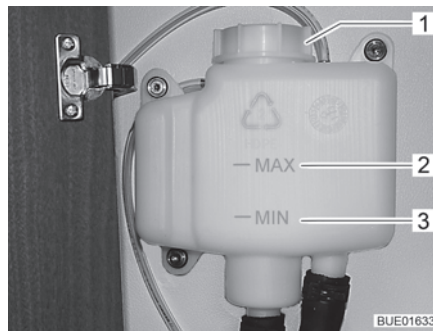

Fig. 184 Vase d'expansion sans cache
- Contrôler si le liquide se trouve entre les marques "MIN" (Fig. 184,3) et "MAX" (Fig. 184,2) sur le vase d'expansion (Fig. 184).
- Ouvrir le bouchon du vase d'expansion (Fig. 184,1).